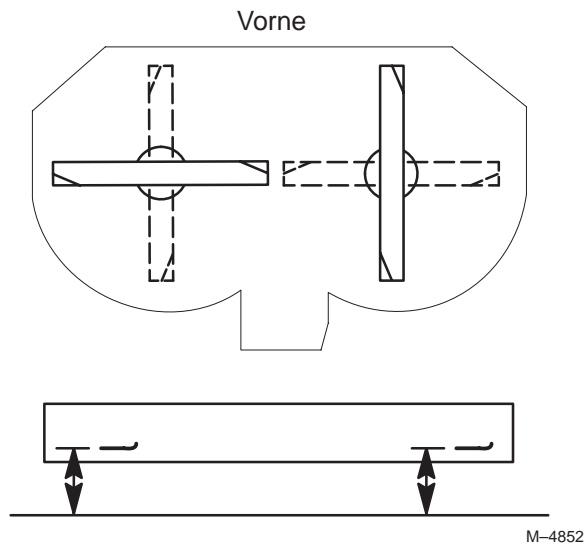

Bild 42
1. Drehen Sie die Schnittmesser, bis die Enden nach vorne und hinten gerichtet sind (Bild 42). Messen Sie von einer ebenen Fläche bis zu den Schnittkanten der Messer (Bild 42). Zeichnen Sie dieses Maß auf.